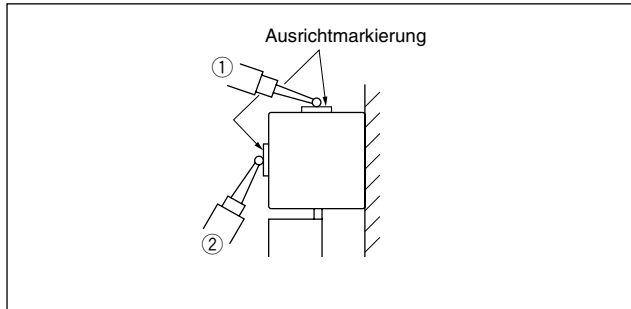

Abb. 3-7 Prüfung der Parallelität zwischen Maßstab und Maschinentischbewegung
Eine Tastermeßuhr direkt an der Stelle ansetzen, wo sich die Ausrichtmarkierung (① in der folgenden Abb. 3-7) an der Seite des Maßstabs befindet, und prüfen, ob der Maßstab einwandfrei parallel zur Bewegung des Maschinentischs eingebaut ist.
- (5) Wenn die vorgeschriebene Parallelität der Maßstab-Anbauhalterung nicht erzielt werden kann** Distanzstücke unter die Füße legen, um die Parallelität für die Maßstab-Anbauhalterungen zu erzielen.
Die Meßuhr auf das jeden Ausrichtmarkierung setzen, wie in ② in Abb. 3-7, um die Parallelität zu messen und den Unterschied in das Ablesen zwischen die Ausrichtmarkierungen zu innerhalb von 0,15 mm ausrichten.